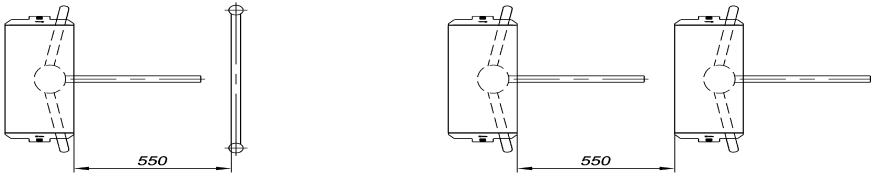

Рисунок 5 — Рекомендации по организации зоны прохода
**Примечание** – Величина угла, при котором начинается доворот преграждающей планки, может варьироваться в пределах  $\pm 5^\circ$ . Для обеспечения регистрации проходов необходимо организовать зону прохода таким образом, чтобы при проходе через ЭП осуществлялся поворот преграждающих планок на угол не менее  $70^\circ$  и соблюдалась рекомендуемая ширина зоны прохода (см. рисунок 5).